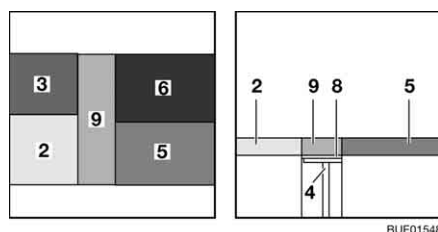

Fig. 144 Dopo la trasformazione
- Appoggiare il cuscino dello schienale (Fig. 144,6) sul tavolo davanti al cuscino del divano (Fig. 144,5).
- Appoggiare il cuscino supplementare (Fig. 144,9) tra sedile e sedile Vario.
- Appoggiare il cuscino dello schienale (Fig. 144,3) sulla prolunga del sedile Vario davanti al cuscino del divano (Fig. 144,2).